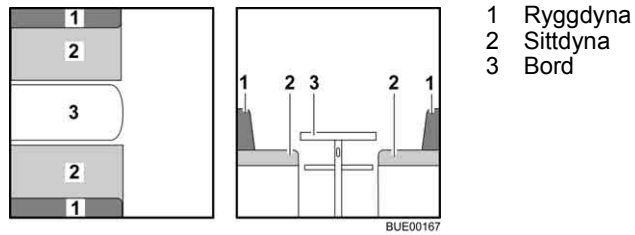

Bild 70 Före ombyggnaden
- Bygg om bordet (Bild 70,3) till sängbotten (se avsnitt 6.10).